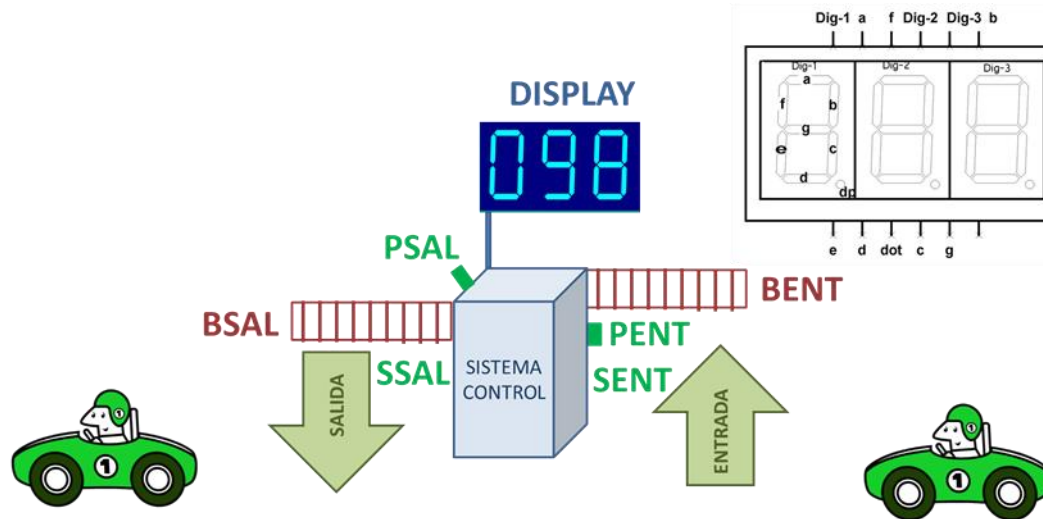

Figura 1. Esquema del sistema de control de acceso al aparcamiento y detalle de los pines del display
1. Represente el esquema del hardware para esta aplicación. Dibuje el microcontrolador como un bloque, indicando claramente qué pines del microcontrolador se conectan a cada una de las entradas o salidas de todos los elementos que componen el sistema (cada elemento debe estar claramente identificado en el diagrama con el mismo nombre que se les ha asignado en la figura 1). Además, rellene la siguiente tabla. (20%)